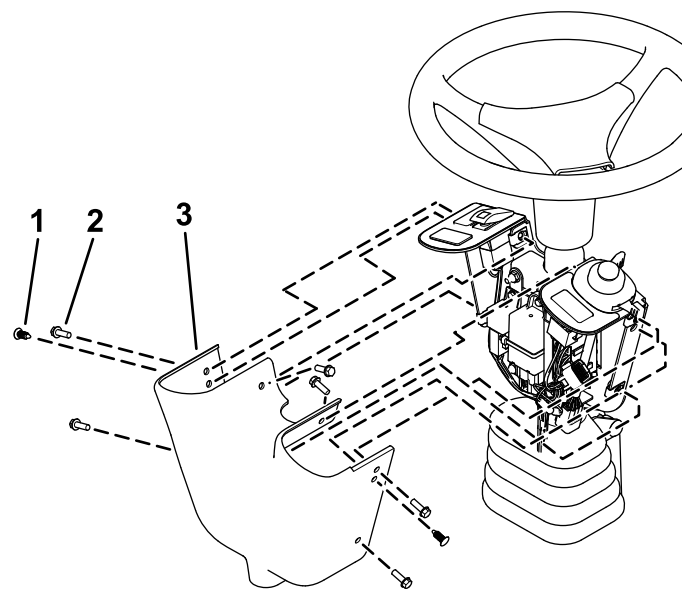

Figura 13
16. Instale la cubierta de los mandos en el soporte de los interruptores usando 2 grapas y 6 tornillos de cabeza hexagonal ($\frac{1}{4}$ " x $\frac{3}{4}$ "), como se muestra en la Figura 13.